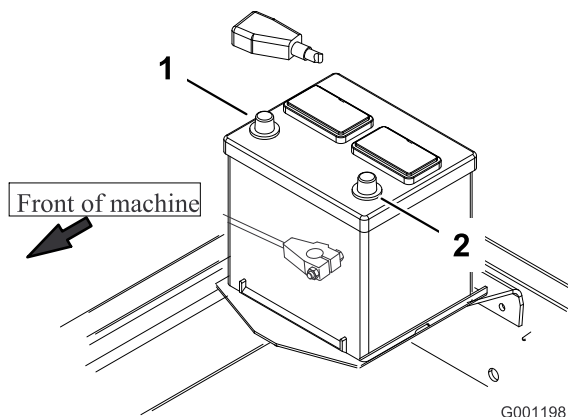

Figura 11
8. Instale primeiro o cabo positivo (vermelho) no terminal positivo (+) e depois o cabo negativo (preto) no terminal negativo (–) da bateria (Figura 11). Coloque a protecção de borracha sobre o terminal positivo para evitar um curto-circuito.